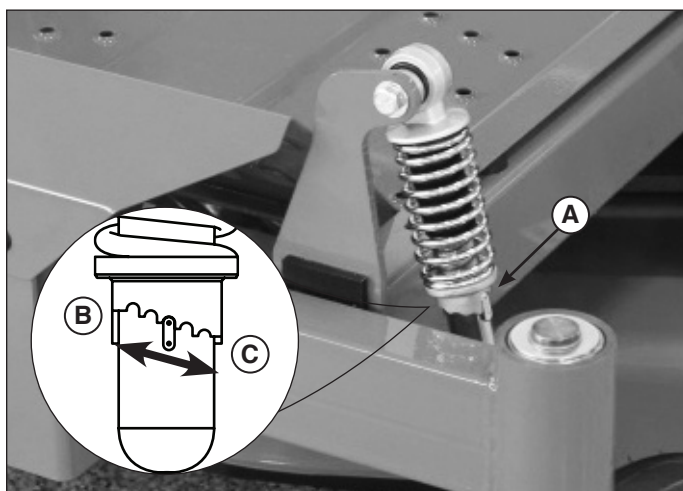

Figura 14
2. Gire el collar de ajuste de carga previa (**A**, Figura 14; se muestra el delantero, el posterior es similar) en una muesca más alta (**B**) para disminuir la carga previa, o en una muesca más baja (**C**) para aumentar la carga previa. Asegúrese de que todos los amortiguadores estén ajustados con la misma cantidad de carga previa.